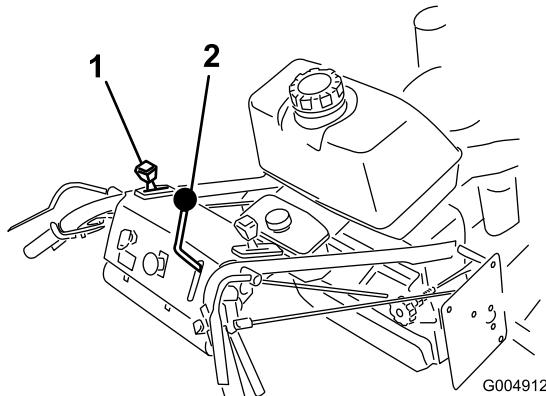

Figure 10
4. Relâchez lentement les leviers de déplacement pour avancer (Figure 10).
Pour avancer en ligne droite, relâchez les leviers de déplacement également (Figure 10).
Pour tourner, serrez le levier de déplacement du côté vers lequel vous voulez tourner (Figure 10).
À partir de la position point mort, serrez lentement les leviers de déplacement pour faire marche arrière (Figure 10).